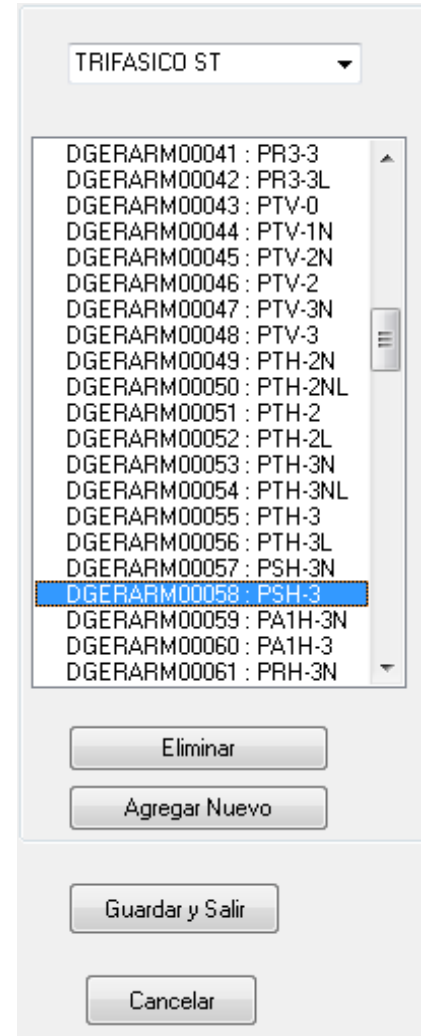

Fig. 17.6
- Seleccionar un elemento existente (Ver Fig. 17.6), luego usar el botón <Agregar Nuevo>.